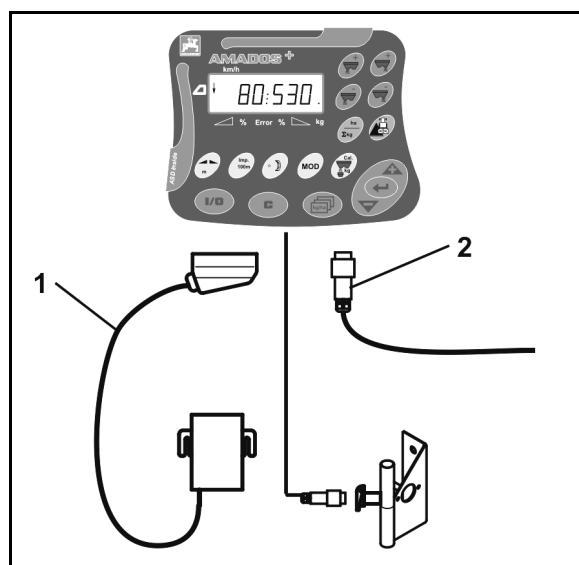

Fig. 2
1. Die am Traktor angebaute / angehangene Maschine über den Maschinenstecker (Fig. 2/1) anschließen.
2. Das Signalkabel von der Traktor Signalsteckdose oder den Sensor X (Fig. 2/2) an den **AMADOS+** anschließen.